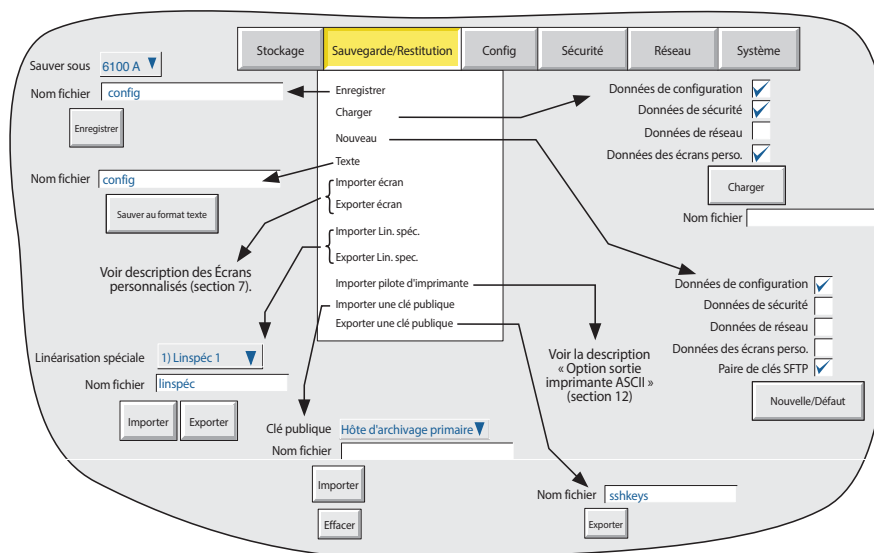

Figure 4.2a Menu Sauvegarde/Restitution
Comme le montre la figure 4.2a, la touche « Sauvegarde/Restitution » permet d'afficher la liste de sélection : Sauver, Restituer, Nouveau, Texte, Importer/Exporter écran, Importer/Exporter linéarisation utilisateur, Importer pilote d'imprimante. Les choix Importer/Exporter écran n'apparaissent que si l'option écrans personnalisés est présente.
1. Sélectionnez Save/Restore (Sauvegarde/Restauration) > New (Nouveau). Le menu Save/Restore (Sauvegarde/Restauration) s'affiche, voir Figure 4.2a Menu Sauvegarde/Restitution en page 56.
2. Cliquez sur la touche Save/Restore (Sauvegarde/Restauration), puis sélectionnez Import Public Key (Importer clé publique) dans le menu déroulant. (Pour plus d'informations sur ce menu, voir Figure 4.2a Menu Sauvegarde/Restitution en page 56).